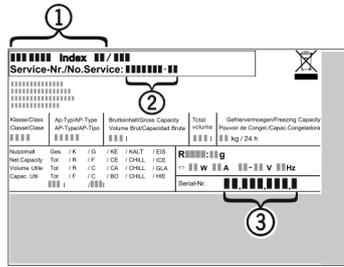

Fig. 14
- Z typového štítku odčítajte označenie zariadenia Fig. 14 (1), servisné č. Fig. 14 (2) a sériové č. Fig. 14 (3). Typový štítek je na ľavej vnútornej strane zariadenia.
- Upovedomte zákaznicky servis a oznámte chybu, označenie zariadenia Fig. 14 (1), servisné č. Fig. 14 (2) a sériové č. Fig. 14 (3).